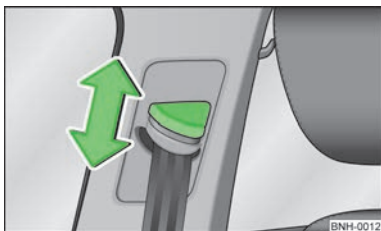

Fig. 81
- > Apăsăți armătura de ghidare și împingeți în direcția dorită, înspre în sus, sau înspre în jos » fig. 81.